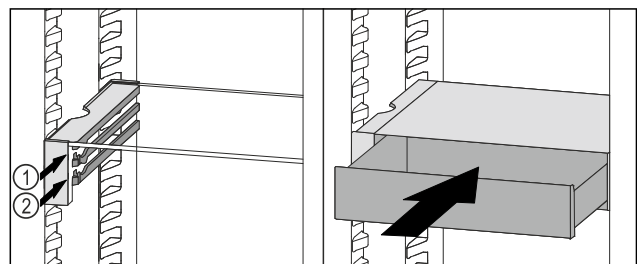

Fig. 70
- ▶ Placer le tiroir VarioSafe derrière les butées sur la nervure désirée Fig. 70 (1) ou Fig. 70 (2).